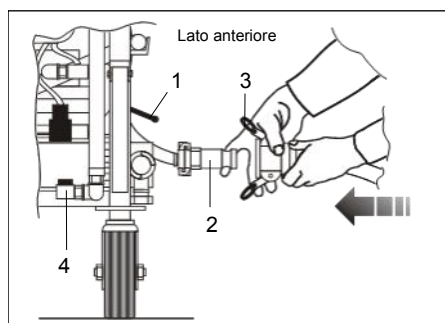

FIG.40 (Collegamento attacco rapido su rubinetto di servizio)
- 3) Collegare al rubinetto di servizio (FIG.40-Rif.1) l'attacco rapido (in dotazione) (FIG.40-Rif.2);
- 4) Collegare il tubo trasporto materiale all'attacco rapido tirando le leve laterali (FIG.40-Rif.3);
- 6) Aprire il rubinetto di servizio (FIG.40-Rif.1) fino a far fuoriuscire dall'estremità opposta le due palline in gommaspugna;
- 2) Aprire il rubinetto dello scarico acqua impianto (FIG.40-Rif.1);